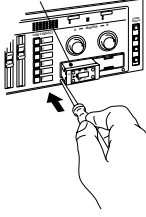

図2
- 2 チューナーユニット下方の7にシャフト径2～4mm以内、シャフト長30mm以上のドライバーを差し込み、チューナーユニットを取り出します。(図2)